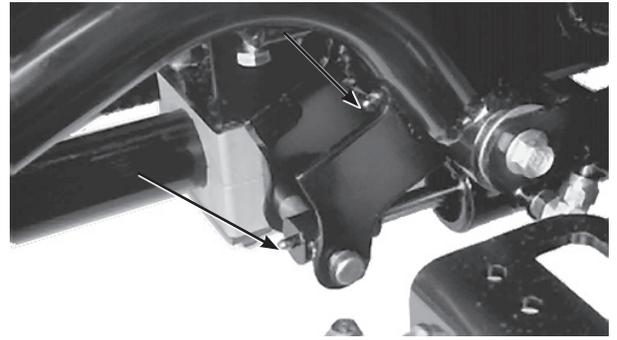

图 29
- 右昇降アームのピボット昇降シリンダ (2か所; 図29)